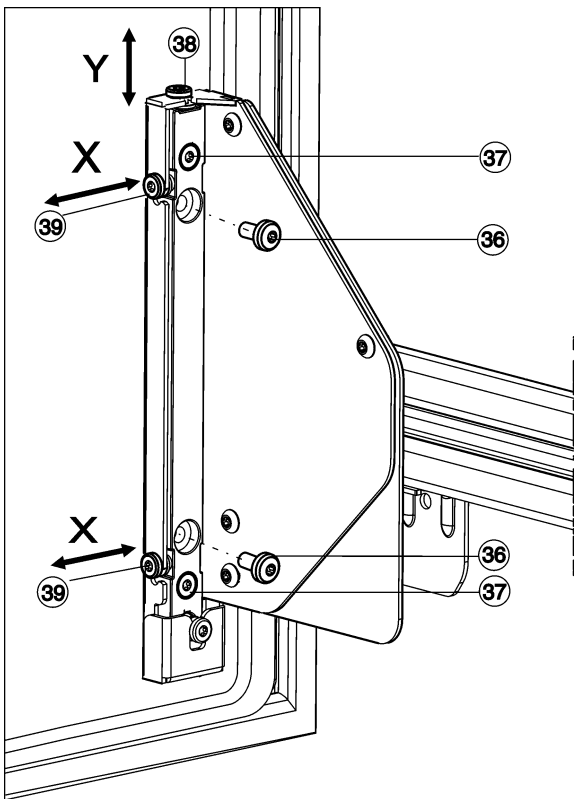

Fig. 27
- ▶ Desenrosque por completo los tornillos Fig. 27 (36).
- ▷ Deseche los tornillos Fig. 27 (36), puesto que ya no son necesarios.
- ▶ Afloje los tornillos Fig. 27 (37) con 1 - 2 vueltas.
- ▶ Gire el tornillo de ajuste (38). En el sentido de las agujas del reloj: la puerta se mueve como máx. 4 mm hacia arriba. En el sentido contrario a las agujas del reloj: la puerta se mueve como máx. 2 mm hacia abajo.
- ▶ Vuelva a apretar todos los tornillos Fig. 27 (37).
- ▶ Si todavía están disponibles los tornillos Fig. 27 (36), desenrosquelos por completo.
- ▶ Ajuste los tornillos de ajuste Fig. 27 (39) según la dirección de ajuste lateral deseada.
- ▶ Una vez finalizado el ajuste lateral, vuelva a apretar los tornillos Fig. 27 (37).